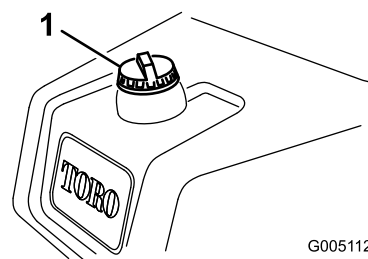

Figure 25
1. Nettoyez la surface autour du bouchon du réservoir et enlevez le bouchon (Figure 25).